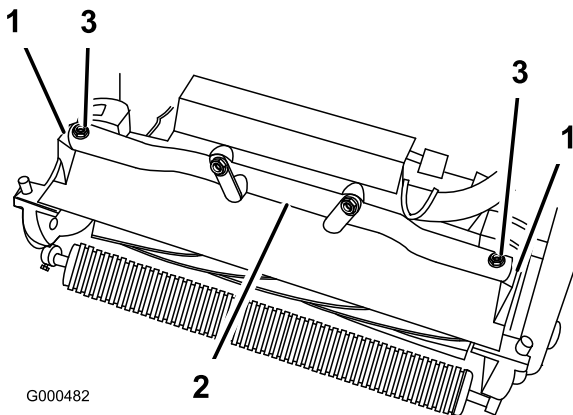

Bild 48
4. Nehmen Sie die (2) Schrauben ab, mit denen die Gelenkkarme des Mähwerks am Rahmenrohr der Zugmaschine befestigt sind (Bild 48).
5. Drehen Sie die Gelenkkarme nach vorne (Bild 48) und stellen Sie die Zugmaschine auf dem gesicherten Ständer ab.